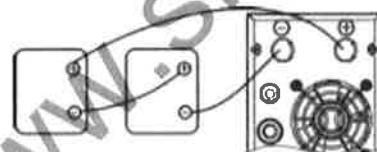

Рисунок 2
**2) Последовательное присоединение нескольких аккумуляторных батарей (смотрите рисунок 2):**